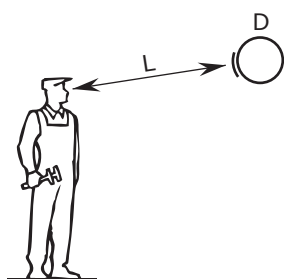

Рисунок 2
3.10. При выборе размера самоклеющегося маркера следует учитывать наружный диаметр трубопровода (с учетом теплоизоляционной конструкции) и расстояние до наблюдателя (рис.2 и табл. 4).